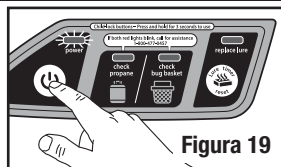

Figura 19
2. Presione el ENCENDIDO (⏻), manténgalo presionado 3 segundos hasta destelle la luz indicadora VERDE (Figura 19). Esto coloca a la unidad en un modo de enfriamiento que dura aproximadamente 2 minutos. Cuando la luz del ENCENDIDO se apaga y el ventilador deja de funcionar el Mosquito Vacuum está APAGADO